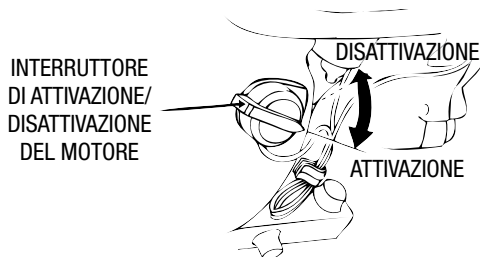

Figura 47. Interruttore ON/OFF (ATTIVAZIONE/DISATTIVAZIONE) del motore (motore)
3. Girare l'**interruttore ON/OFF** (ATTIVAZIONE/DISATTIVAZIONE) del motore (figura 47) sulla posizione "**OFF**".